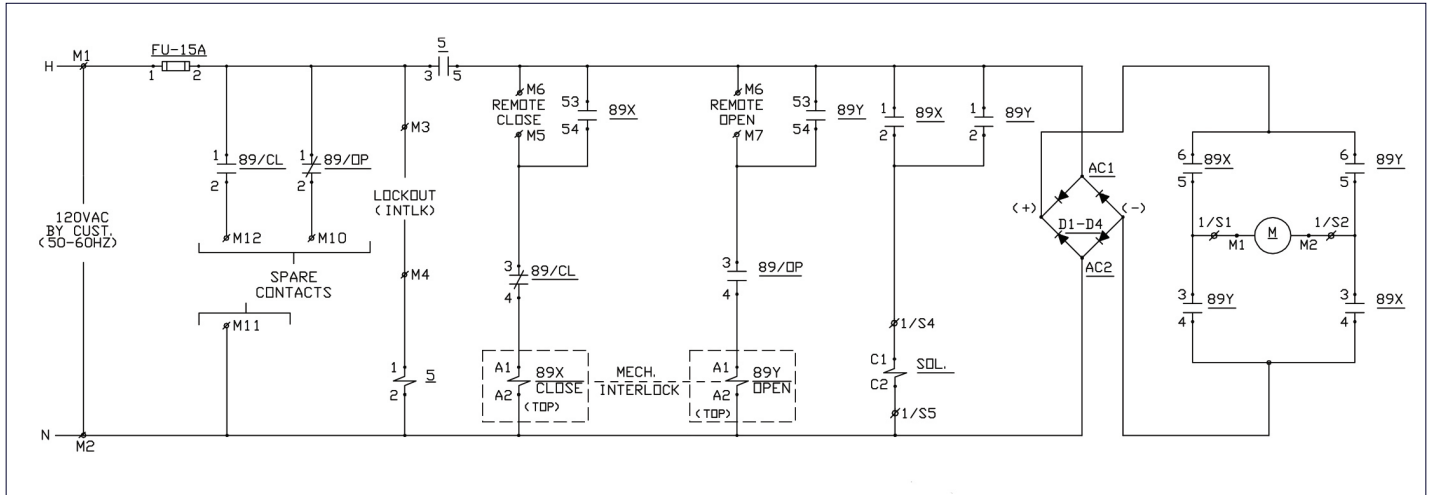

Figura 51: Figura 51: Diagrama de Control - 120 Vca
Cuando el interruptor principal (89) es señalado para operar (cerca), la bobina 89-X (Figura 51) es energizada, cerrando todos sus contactos y bloqueando mecánicamente 89Y de ser energizado. El solenoide (SOL) entonces se energiza.
Para abrir el interruptor, aplique una señal a la bobina 89-Y (Figura 51). El interruptor se abrirá de la misma manera que se describió anteriormente y configurará el circuito de control para una señal de cierre. Para revertir ya sea de una operación de cierre o apertura, la polaridad de la armadura del motor se invierte.
Característica de prueba de desacoplamiento (opcional) Si es necesario probar el sistema de accionamiento del motor sin mover las palas del interruptor principal se puede lograr insertando un interruptor de control en serie con el solenoide (SOL) o simplemente retirando el puente de desacoplamiento (Figura 51).
Leyenda del dispositivo (Figura 51 y 52)